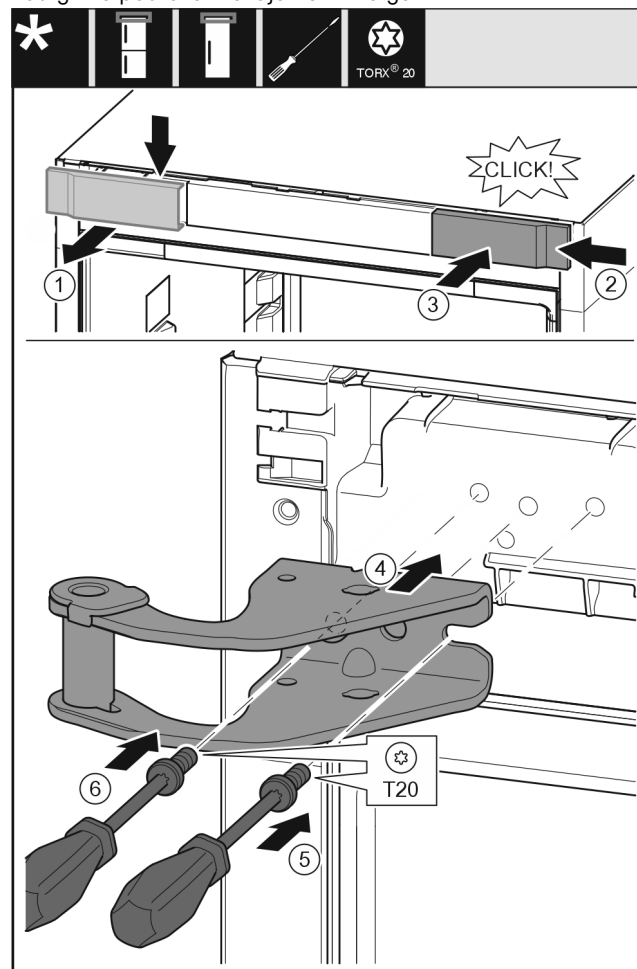

Fig. 12
- ▶ Skinite poklopac Fig. 12 (1) odozgo prema naprijed.
- ▶ Zakvačite poklopac Fig. 12 (2) okrenut za 180° na drugoj strani zdesna.
- ▶ Pustite da se poklopac Fig. 12 (3) uglati.
- ▶ Postavite gornji podložak ležaja Fig. 12 (4).
- ▶ Odvijačem umetnite i pritegnite vijak Fig. 12 (5).
- ▶ Odvijačem umetnite i pritegnite vijak Fig. 12 (6).